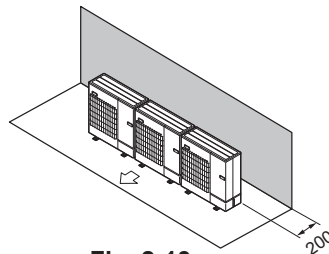

Fig. 2-13
- ① Hindernisse nur auf der Rückseite (Fig. 2-13)